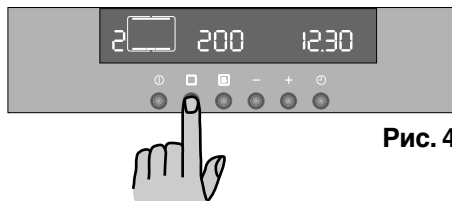

Рис. 4
- нажмите два раза кнопку  для выбора режима 'Нормальное приготовление'  (Рис. 4).